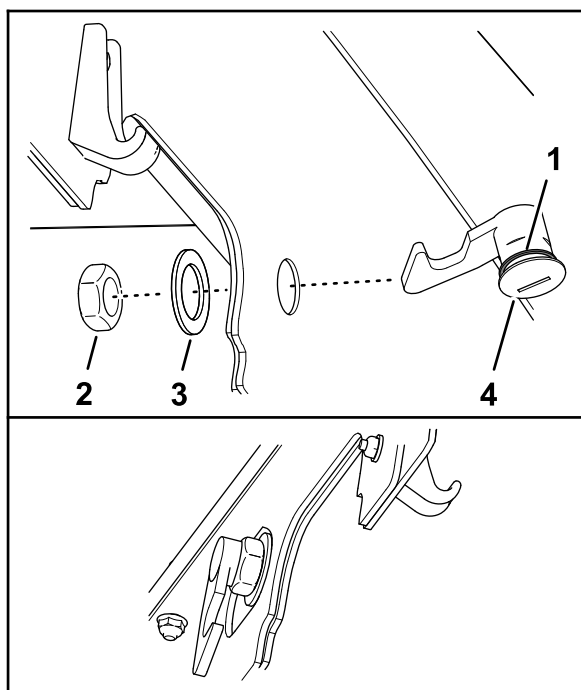

Figura 35
3. Asegúrese de que la junta está montada en el cierre del capó (Figura 35).